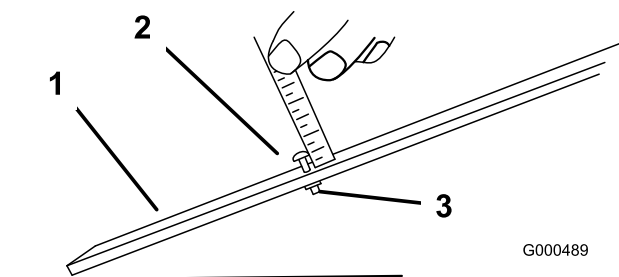

Figura 54
2. Afloje la tuerca de la barra de ajuste (Figura 54) y ajuste el tornillo para la altura de corte deseada. La distancia entre la parte inferior de la cabeza del tornillo y la cara de la barra es la altura de corte.